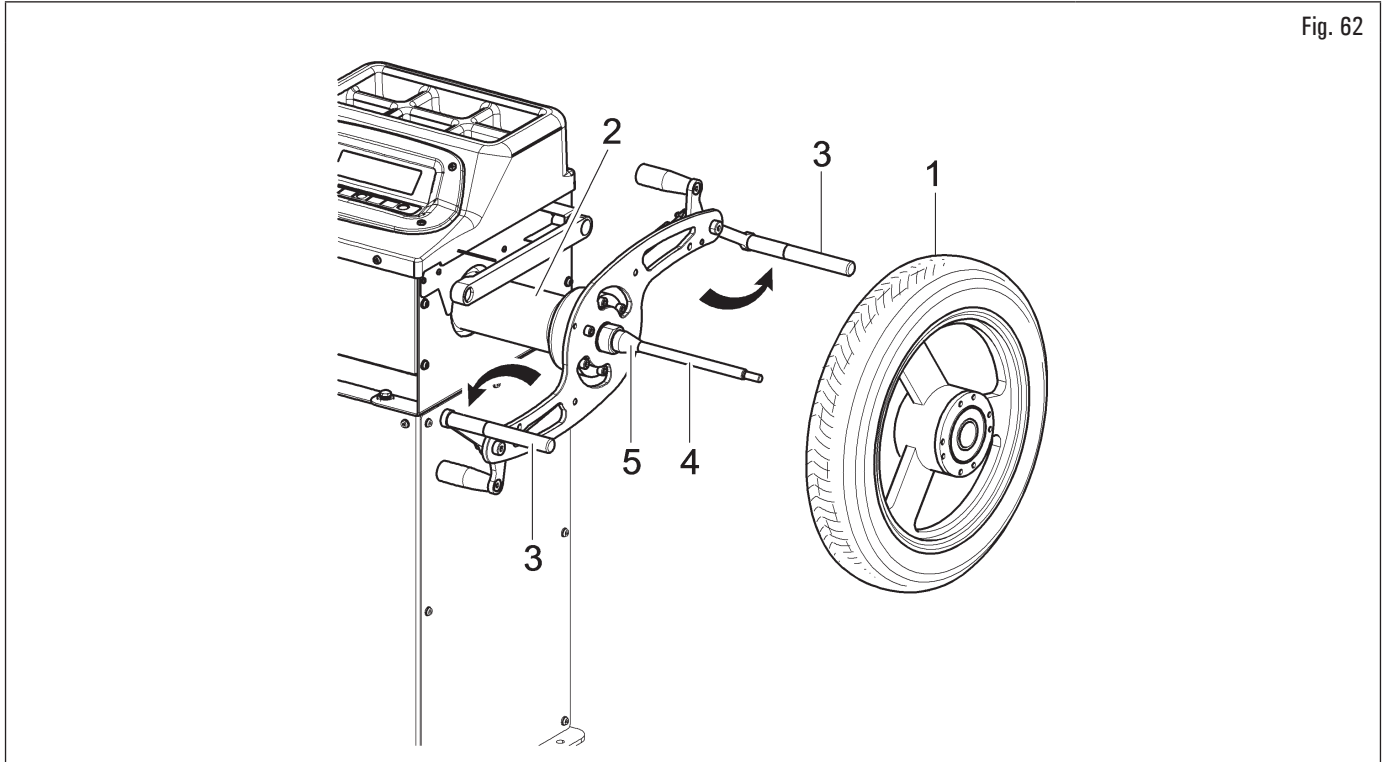

Fig. 62
1. Quitar de la rueda (Fig. 62 ref. 1) toda clase de cuerpos extraños: pesos ya existentes, piedrecillas y barro. Antes de montar y fijar la rueda en el mandril; controlar que este último (Fig. 62 ref. 2) y la zona de centrado de la llanta estén limpios;
2. abrir completamente los brazos de retención (Fig. 62 ref. 3). Seleccionar atentamente el eje (Fig. 62 ref. 4) adecuado para la rueda a equilibrar. Estos accesorios deberían ser seleccionados de acuerdo a la forma y a la dimensión de la llanta;
3. montar la rueda con la parte interna de la llanta hacia la equilibradora y contra el cono (Fig. 62 ref. 5);